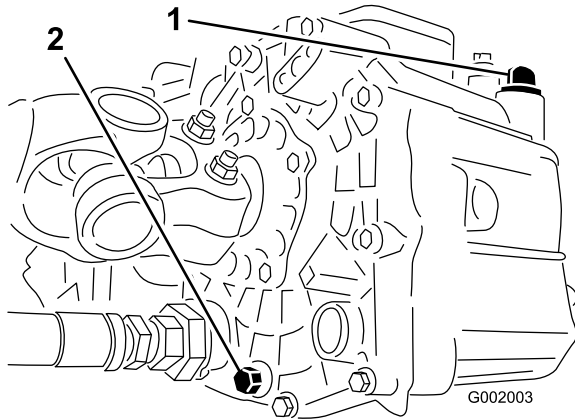

Figure 64
- Retirez le bouchon de vidange sur le côté du réservoir et laissez l'huile s'écouler dans le bac de vidange (Figure 64).